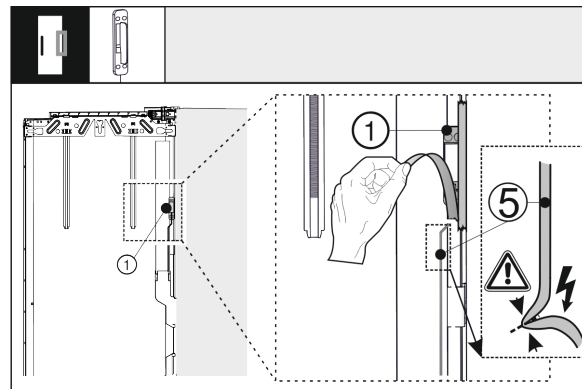

Fig. 40
- ▶ Освободете датчика за почукване Fig. 40 (1) от външната врата. Пазете свързващия кабел Fig. 40 (5) от повреда.